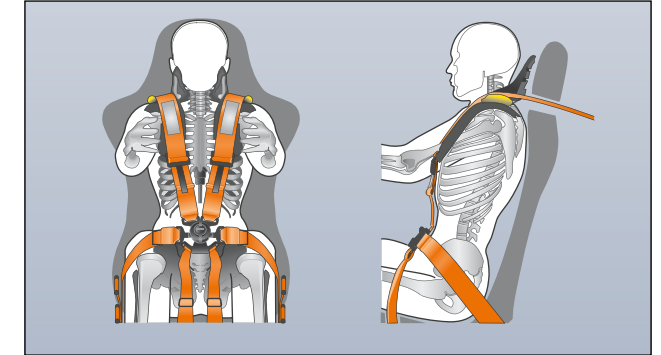

ABB. 52 RICHTIGER GURT BANDVERLAUF
- Gurte sollten immer mittig über die Schulter und niemals über den Nacken, über oder unter dem Arm oder hinter dem Rücken verlaufen (» Abb.52).
- Beckengurtteil des Sicherheitsgurts muss immer vor dem Becken verlaufen und niemals über dem Bauch (» Abb.52).
- Sicherheitsgurt immer flach und fest am Körper anliegen lassen. Gurtband ggf. etwas nachziehen (» Abb.52).